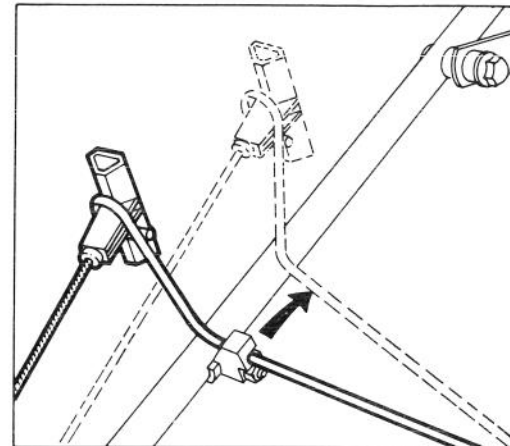

Bild 8
3. Seilstange nach rechts schwingen (Bild 8).
7. Zur Wiederanbringung des Fangsackes Schritte 4 und 5 wiederholen. Dann Seilstange nach links schwingen und sie in die Halterung drücken (Bild 8).